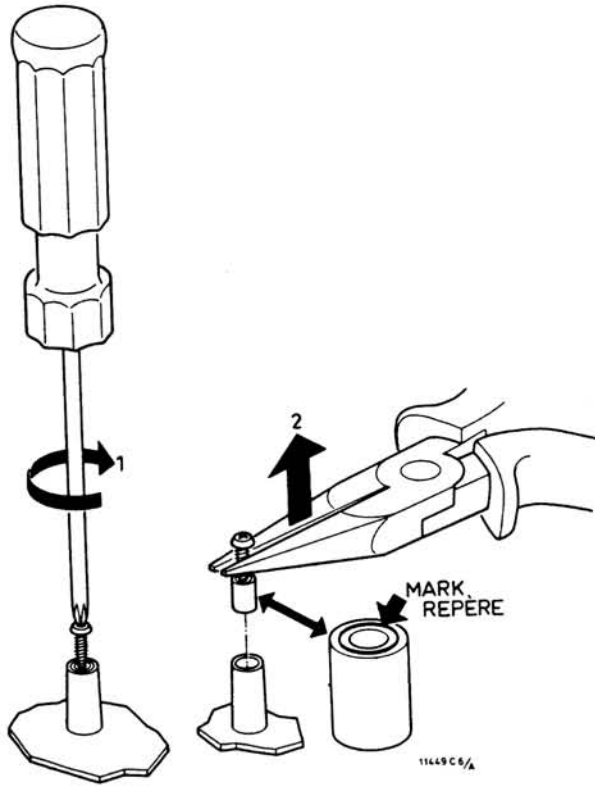

Fig. 3
12. Spoelschotellagers (Fig. 3)
13. Toonaslagers (Fig. 3)